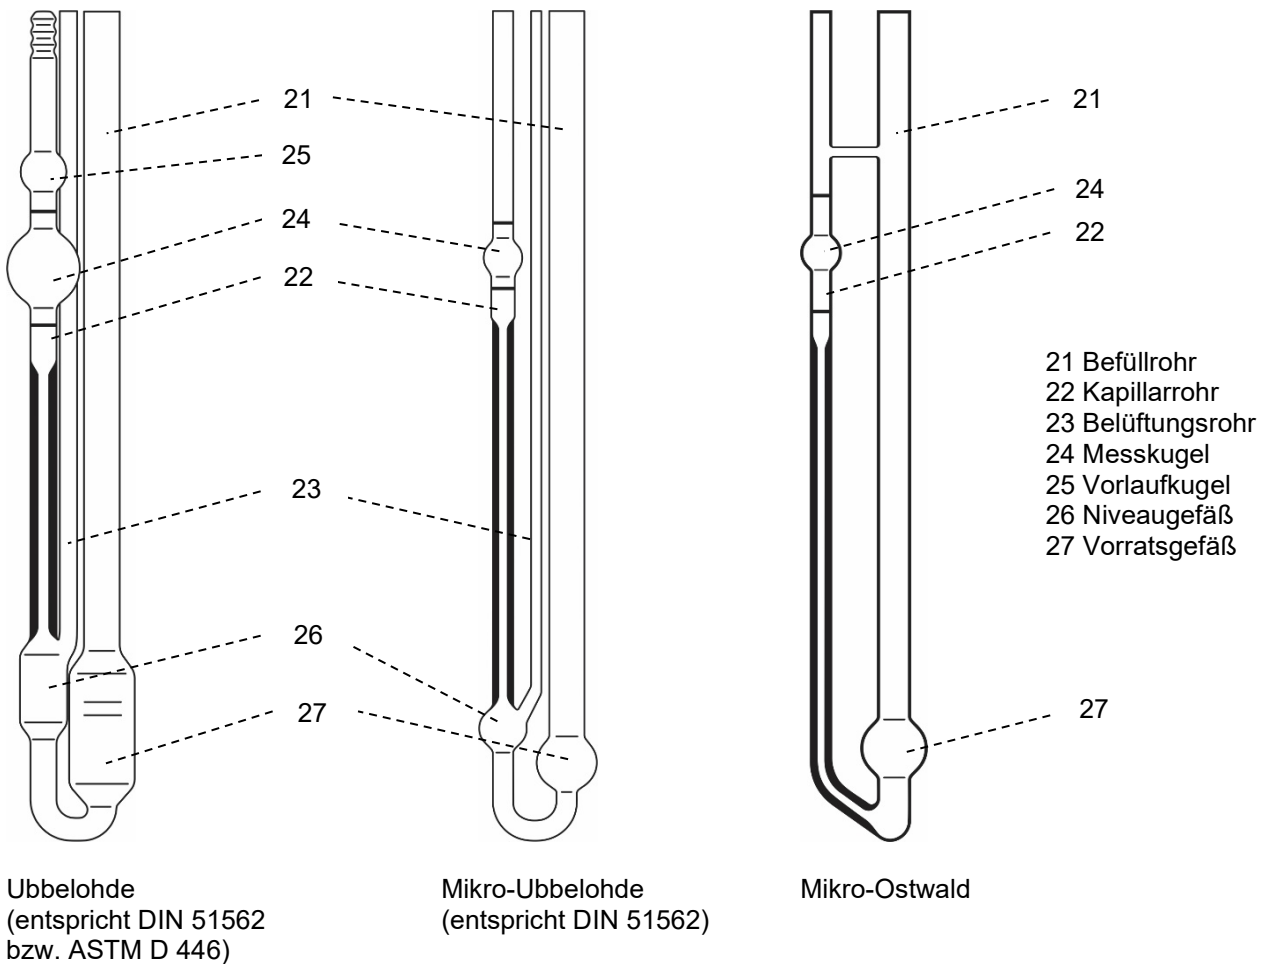

Abb. 2 Beschreibung der verwendbaren Viskosimeter-Bauformen
Bei Ubbelohde Viskosimetern befindet sich oberhalb der Messkugel (24) die Vorlaufkugel (25) (siehe  **Abb. 2**). Diese Vorlaufkugel soll am Ende des Pumpvorgangs mindestens zur Hälfte mit Flüssigkeit gefüllt sein.